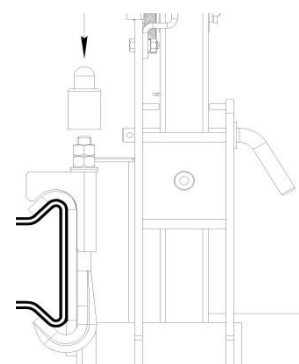

Рис. 2. Схема крепления маркера.
1. С помощью зацепов установите маркёры на раме сеялки (Рис. 2) и зафиксируйте с помощью гаек, затем установите защитные колпачки для защиты резьбы зацепа и гаек от коррозии.